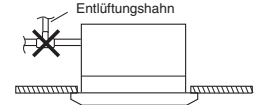

Abb. 3-26
- Keinen Entlüftungshahn anbringen, da dies zu einem Herauspritzen von Wasser aus der Abföhröffnung führen kann. (Abb. 3-26)